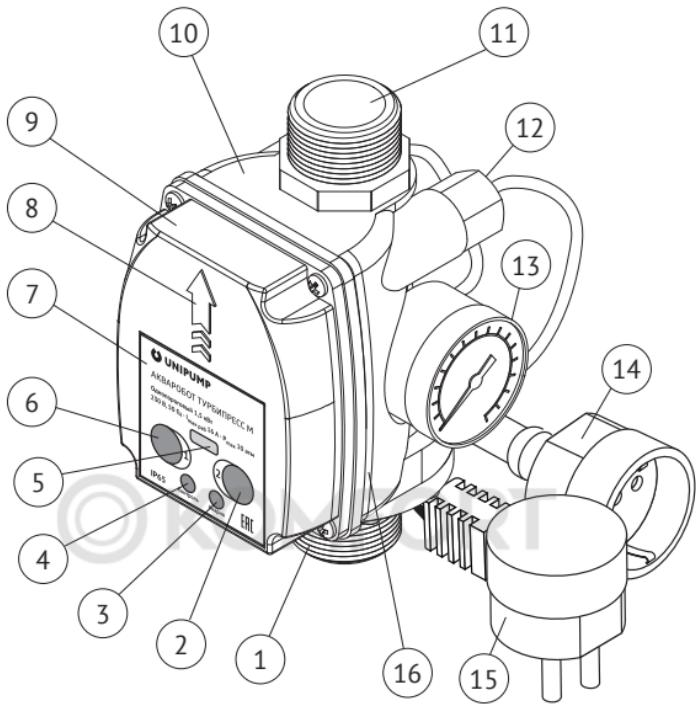
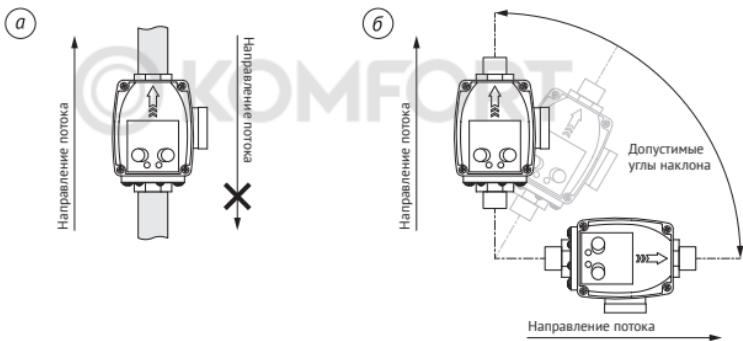

Рисунок 1 – Общее устройство Блока
Рисунок 2 – Способы установки Блока: а) относительно направления потока;
Направление стрелки на защитной крышке Блока (см. рисунок 1, поз. 8) должно соответствовать направлению потока жидкости в трубопроводе (см. рисунок 2а). Блок допускается устанавливать горизонтально, вертикально или под углом (см. рисунок 2б).
- открутите винты и снимите защитную крышку Блока (см. рисунок 1, поз. 9) вместе с уплотнительной резиновой прокладкой (см. рисунок 1, поз. 16);
- соедините земляные жилы (PE) кабеля насоса и сетевого кабеля с помощью соединительного изолирующего зажима (колпачок СИЗ);
- после завершения электрического подключения, установите резиновую прокладку и защитную крышку на прежние места. Зафиксируйте крышку винтами. Затяните зажимные гайки на кабельных вводах (см. рисунок 1, поз. 12).